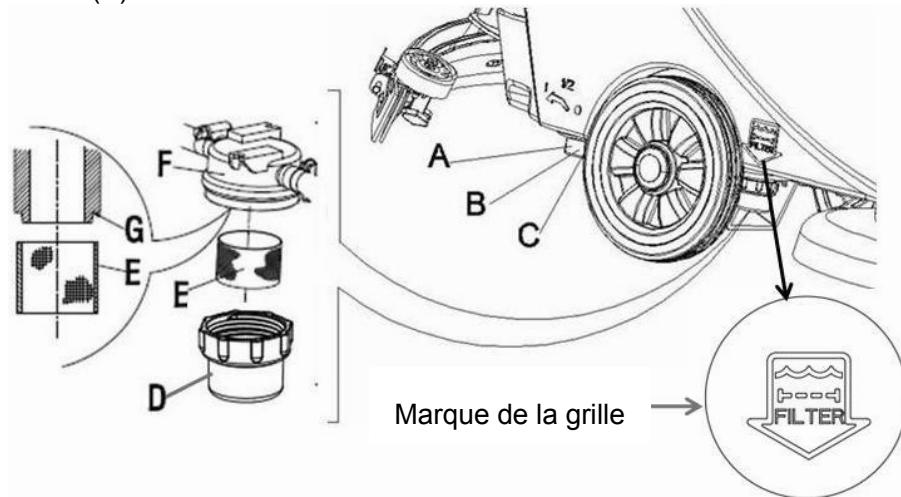

Figure 17
3. Appuyez sur l'interrupteur d'alimentation (41) sur la position "O" pour éteindre la machine.
4. Fermez le robinet d'arrivée d'eau (A, Figure 17) (située au bas de la machine, derrière les roues).